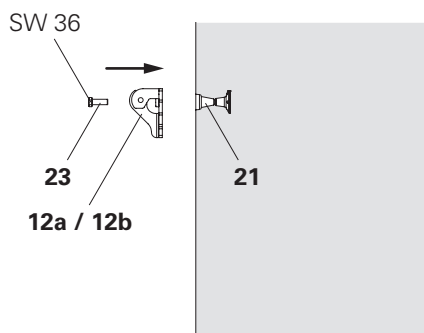

Fig. B1.11
1. Fissare la testa di sospensione VGK (**12**) con vite ISO4014-M24x070-10,9 (**23**) nel cono con vite-2 M24/DW20 (**21**). (Fig. B1.11)